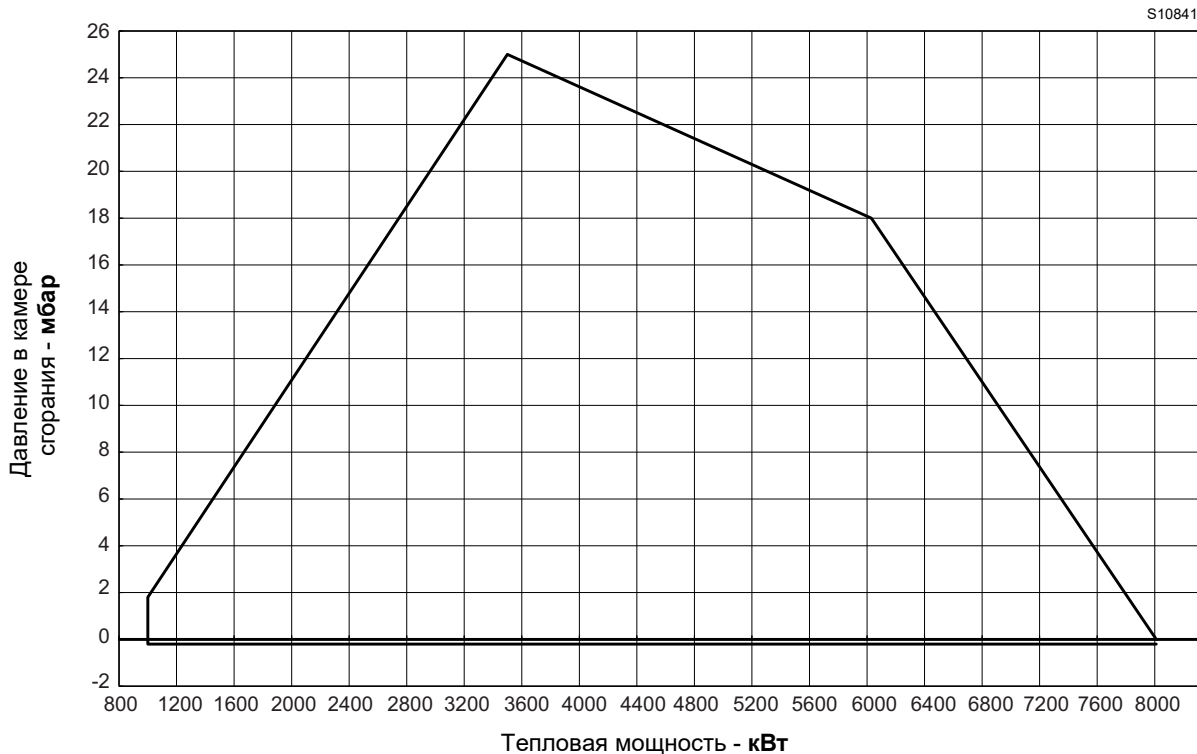

Рис. 2
**МАКСИМАЛЬНУЮ МОЩНОСТЬ** следует выбрать в пределах пунктирной зоны диаграммы (Рис. 2).
Рабочий диапазон (Рис. 2) был получен при температуре окружающей среды 20 °С и атмосферном давлении 1013 мбар (примерно 0 м над уровнем моря) с головкой горения, отрегулированной, как показано на стр. 21.